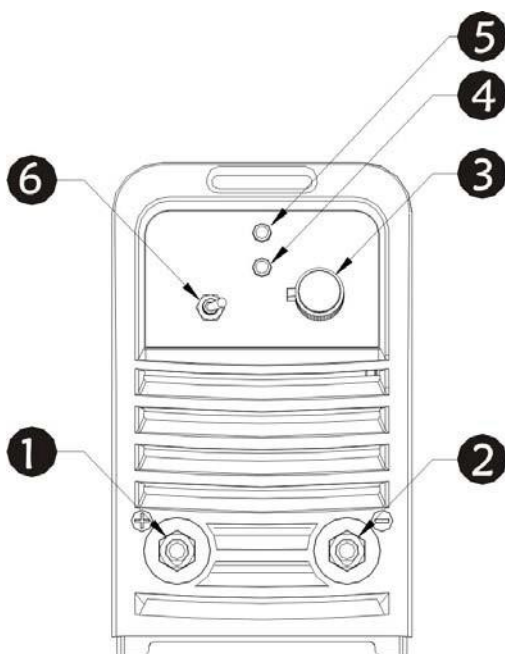

Рис. 1
- **Передняя панель управления** (см. рис. 1)